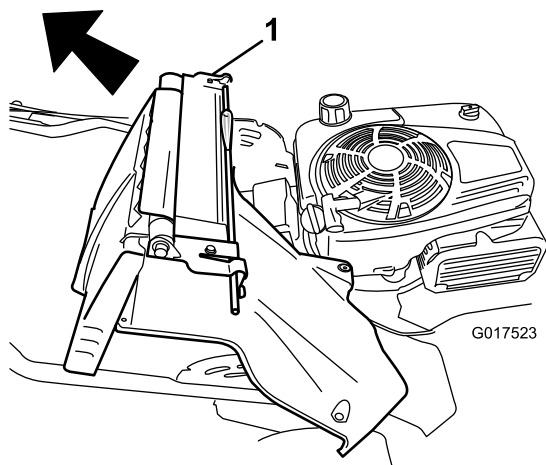

Figura 36
7. Rimuovete il gruppo leva del blocco della maniglia e sportello posteriore (Figura 36).